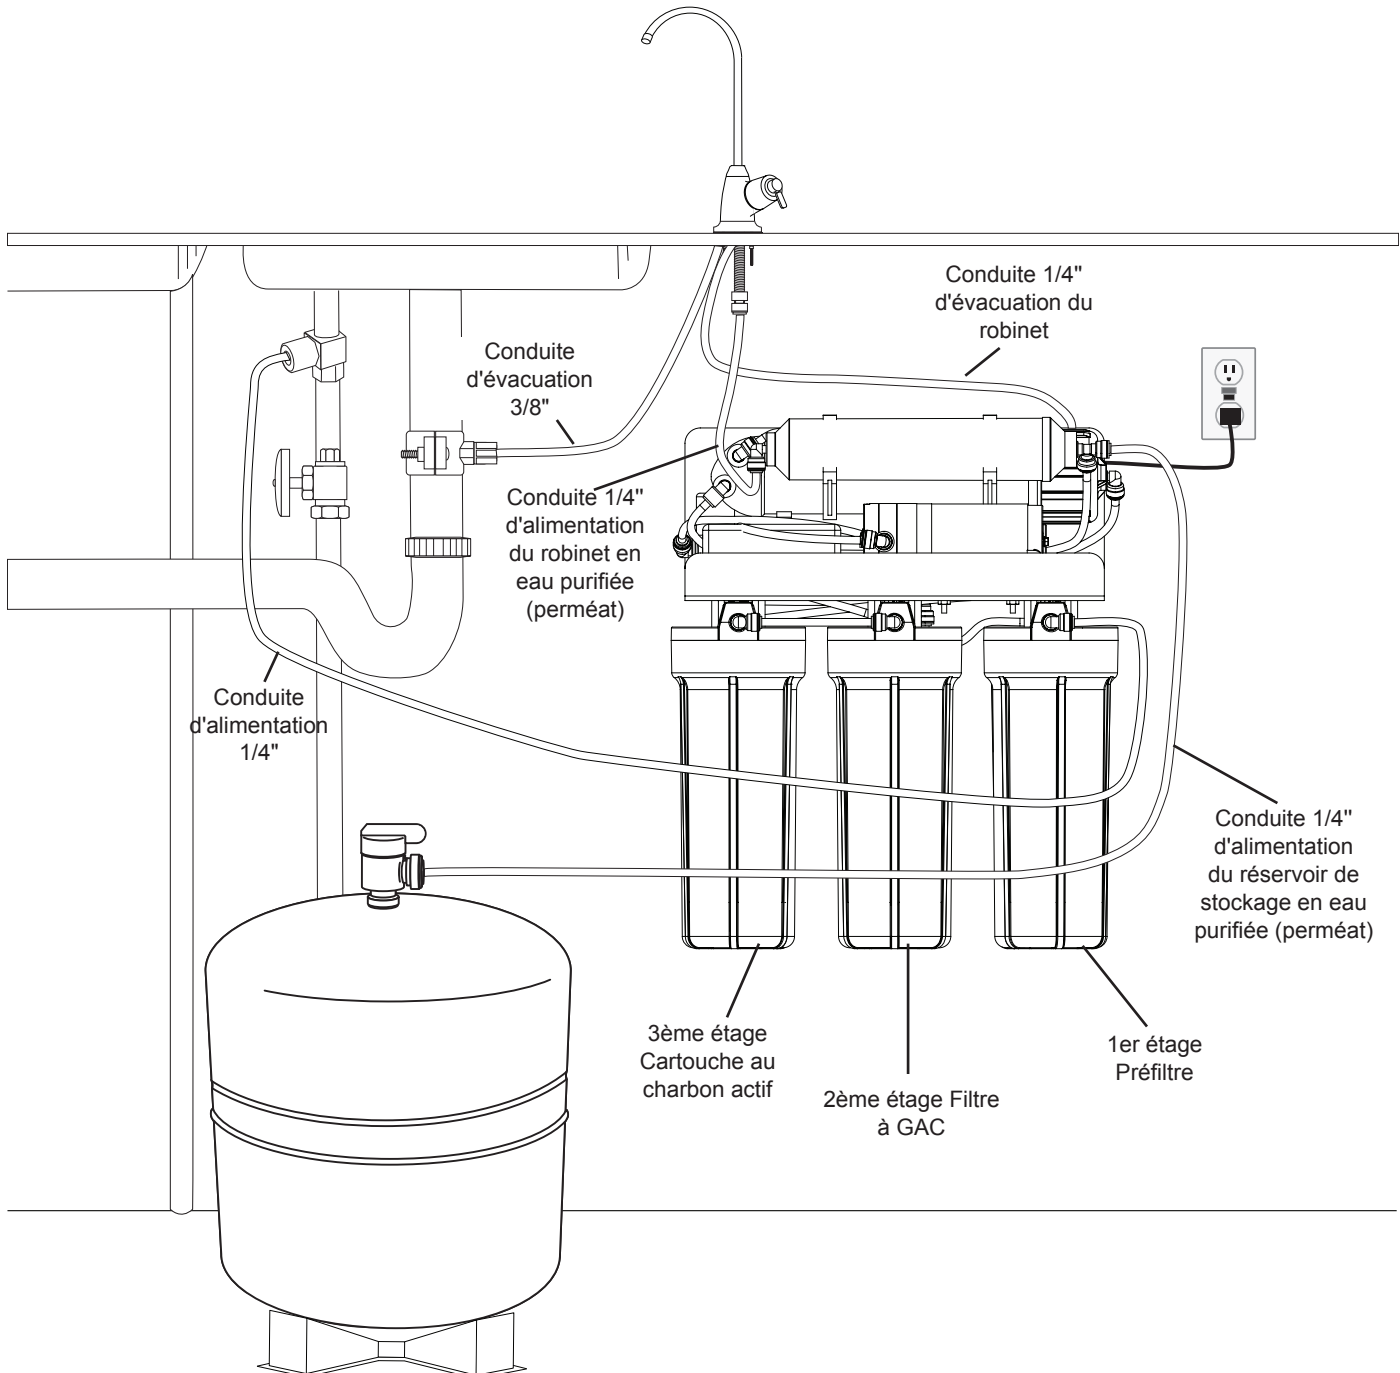

Figure 12
- Montez la bride de raccordement sur un segment vertical de la canalisation d'évacuation à une hauteur de six pouces par rapport au siphon. Veillez à ce que l'orifice que présente la bride de raccordement soit orienté vers le robinet d'eau potable (voir Figure 12).